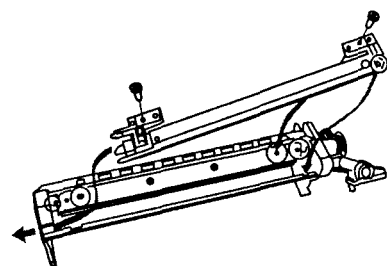

Рис. 7.25
- установите главный коротрон, как показано на рис. 7.25. Будьте осторожны, не повредите при этом лезвие.